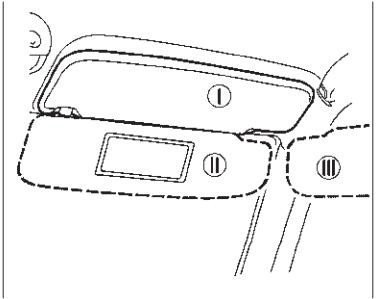

Рис. 19. Противосолнечный козырек
**Противосолнечные козырьки** в зависимости от направления лучей солнца можно установить из положения I (рис. 19) в положения II или III. **В вариантом исполнении** противосолнечный козырек пассажира имеет зеркало с внутренней стороны.